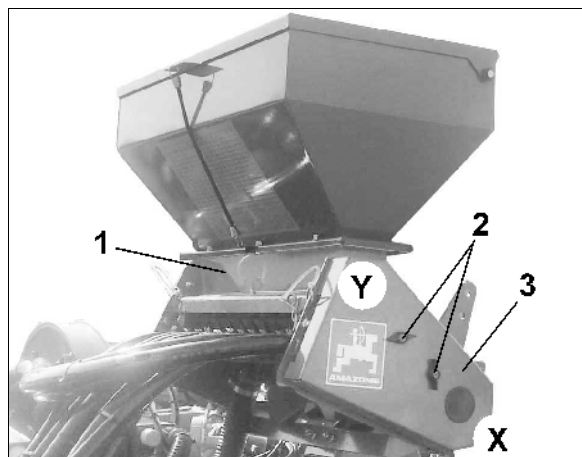

Fig. 19
1. Flügelmutter am Kettenschutz lösen (Fig. 19/2).
2. Kettenschutz abnehmen (Fig. 19/3).